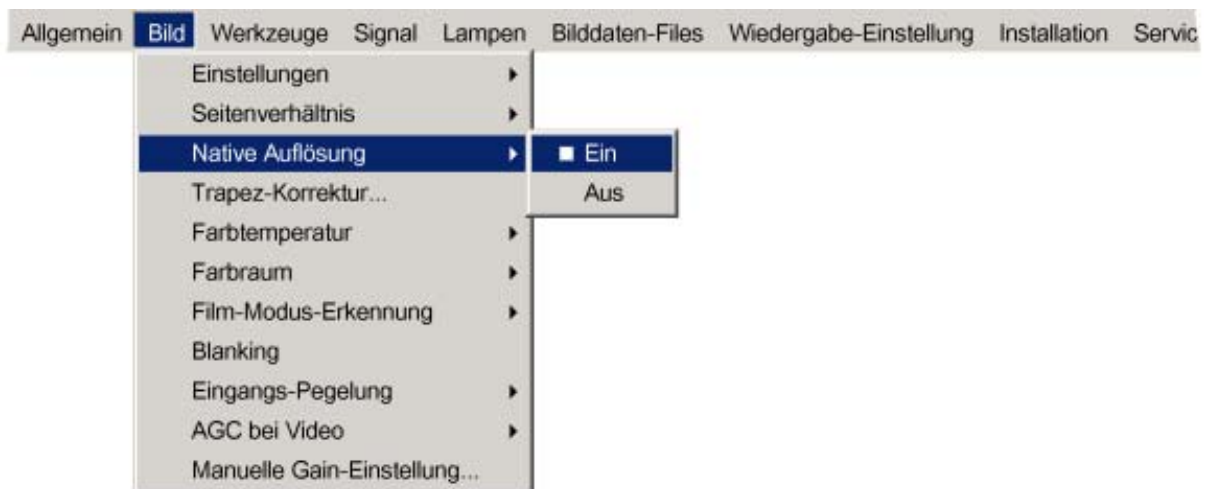

Abbildung 8-17
4. Wählen Sie mit der Taste ↑ oder ↓ die Menüoption *Native Auflösung*. (Abbildung 8-17)